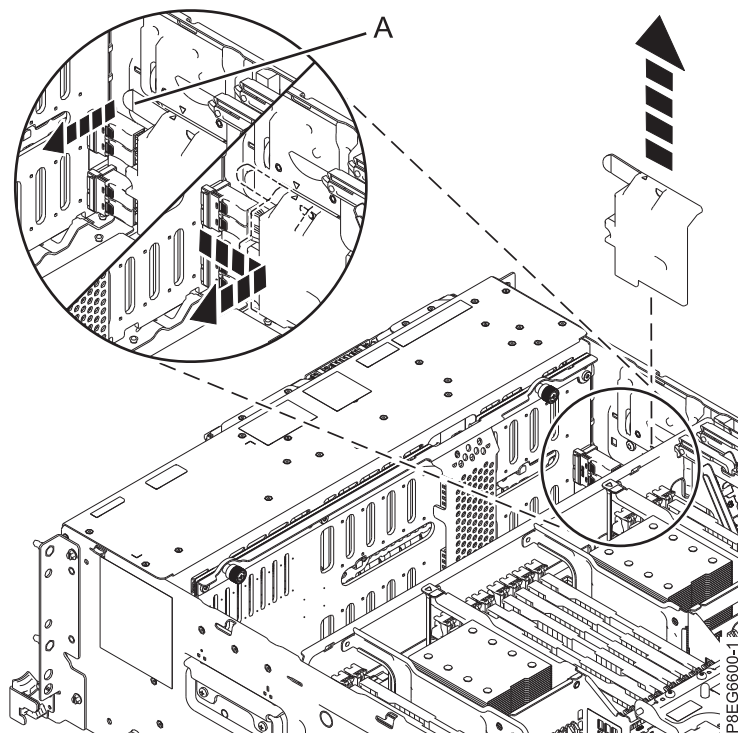

Figura 1. Extracció de la coberta del cable SAS
3. Extraieu la coberta del cable frontal SAS. Agafeu la nansa (A) i estireu traient-la del sistema i, a continuació, desplaçeu la coberta cap a la part posterior per extreure-la, tal com es mostra a Figura 1 a la pàgina 4.